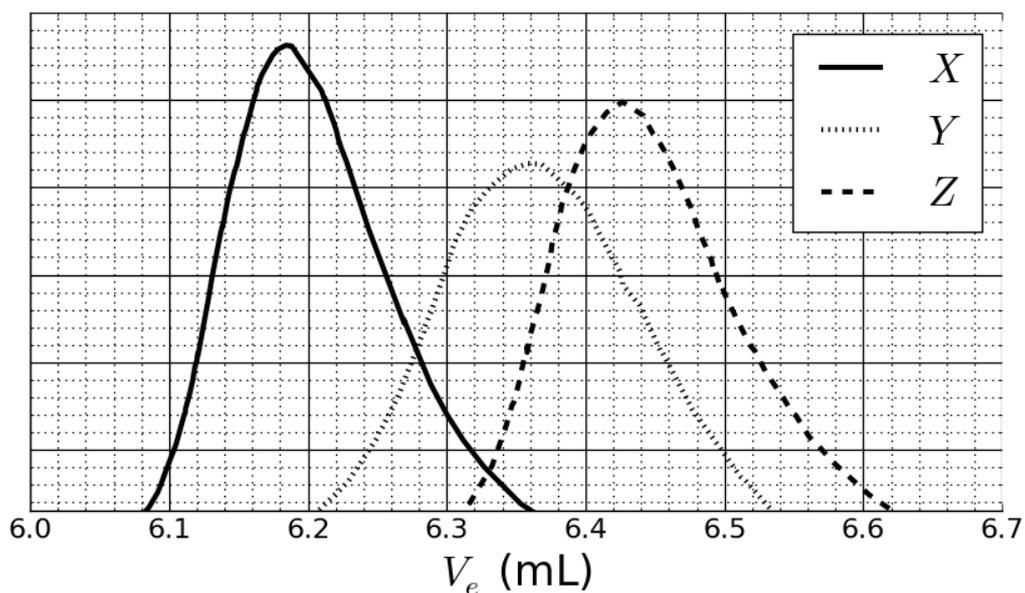

Fig. 2 – Cromatogramas de SEC de **3a**, **3b** y **3c** en función del volumen de elución,  $V_e$ .
La reacción de **1** con **2** forma los copolímeros **3a** después de 20 h, **3b** después de 25 h, y **3c** después de 30 h de reacción a 40 °C. Los resultados de la cromatografía de exclusión por tamaño (SEC por sus siglas en inglés) se presentan en la Fig.2.
6. Asigne las señales en la Fig. 2 a los copolímeros **3a**, **3b** y **3c**.
7. Basado en las curvas de SEC en las Fig. 2 y 3, **determine** el volumen de elución  $V_e$  del polímero que corresponde a la curva X y úselo para **determinar** el grado de polimerización  $m$  del segundo bloque. **Presente** detalladamente sus cálculos. Puede usar una calculadora o graficar.